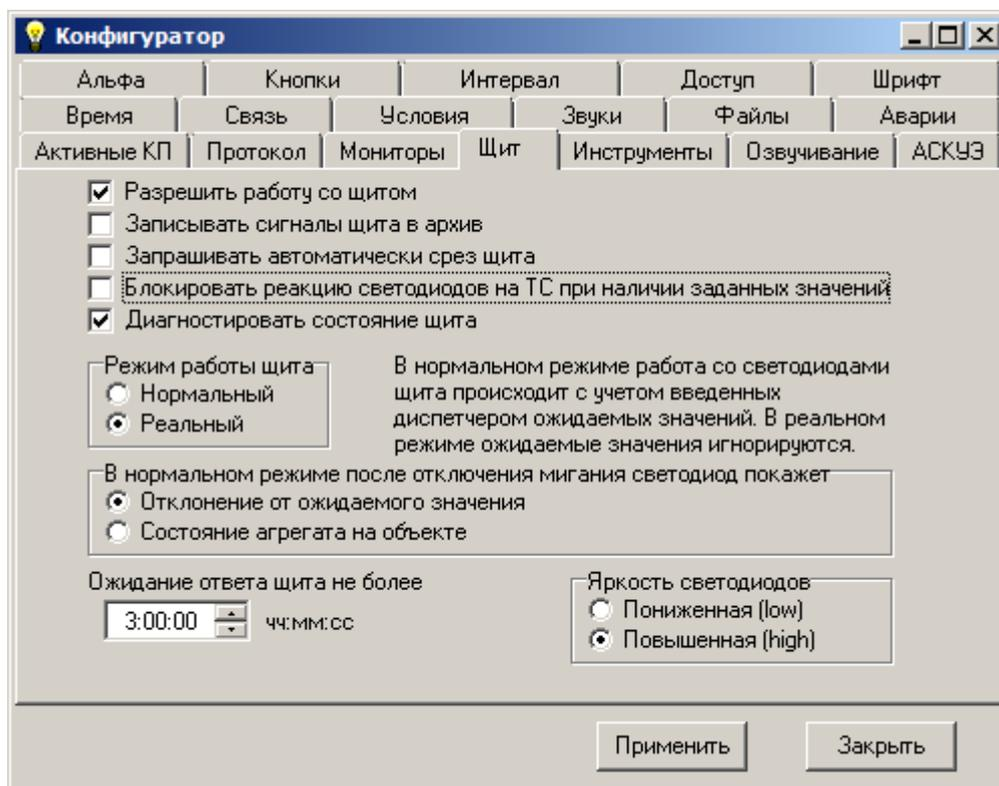

Рис.3.14. Окно конфигурации АРМ ТМ. Закладка “Щит”.
3.4.10. Закладка “Щит” появляется при наличии описания щита в БД настроек АРМ. Имеет вид, показанный на рис.3.14.